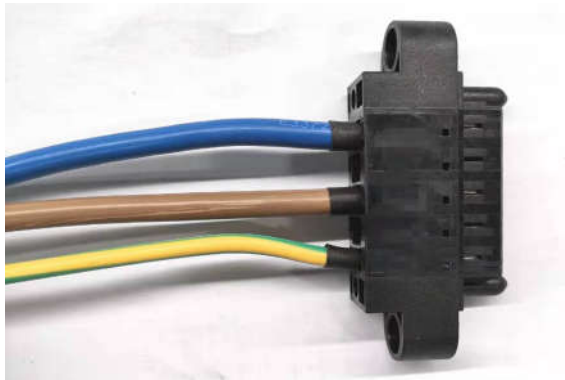

图 3-2 CEG 系列模块交流输入线缆实物图
3. 模块是直流输入，使用棕、蓝色，棕色的为 DC+，蓝色的为 DC-；直流输出功率电缆黑色为正，蓝色为负，如图 3-2~5 所示。